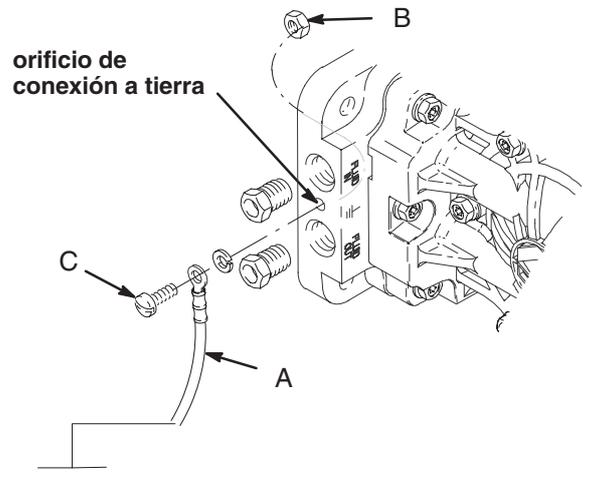

Fig. 1
Bomba: Conecte un cable (A) y una abrazadera de conexión a tierra, ref. pieza 222011. Vea Fig. 1. Los puntos de conexión a tierra están en el colector, entre los conectores de entrada y de salida. Use la tuerca (B), el perno (C) suministradas con la bomba, y proceda a instalarlos de la manera siguiente: